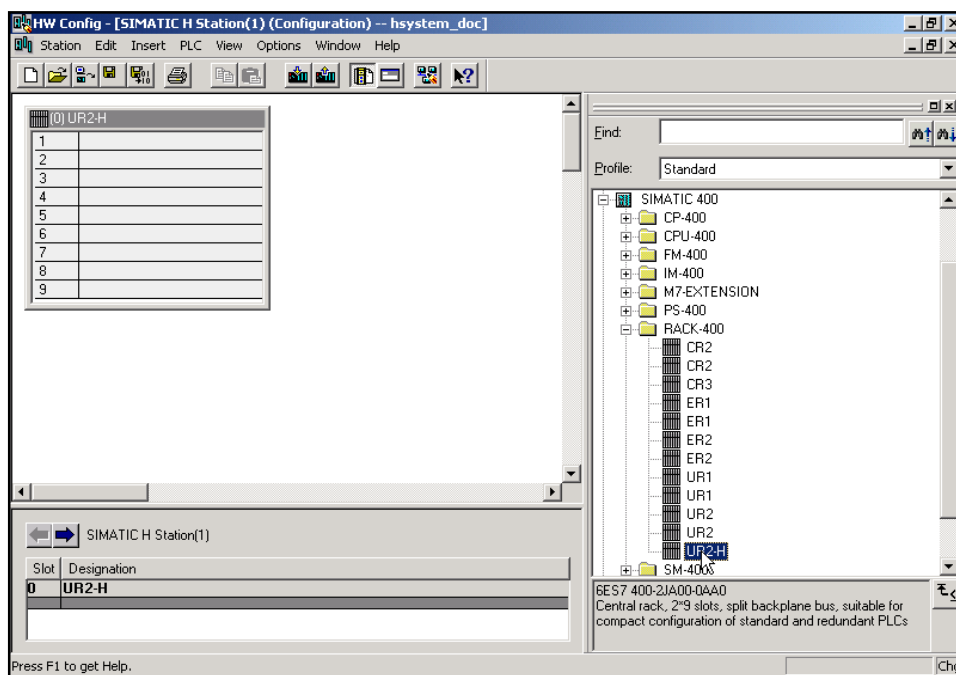

图2-3 添加UR2H机架
- (1) 在 S7-400H 站目录下双击 Hardware 打开硬件配置。
- (2) 添加一个 UR2 H 机架，如图 2-3 所示：